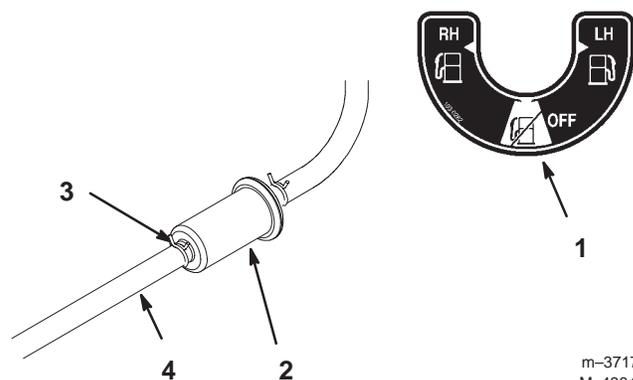

Figure 45
6. Posez un filtre neuf et rapprochez les colliers de fixation du filtre (Fig. 45).
2. Fermez le robinet d'arrivée de carburant (Fig. 45).
3. Desserrez le collier de serrage au niveau du filtre à carburant et repoussez-le le long de la conduite d'alimentation pour l'éloigner du filtre (Fig. 45).
4. Débranchez la conduite d'alimentation du filtre (Fig. 45).
6. Raccordez la conduite d'alimentation au filtre. Rapprochez le collier de serrage du filtre pour fixer la conduite d'alimentation (Fig. 45).